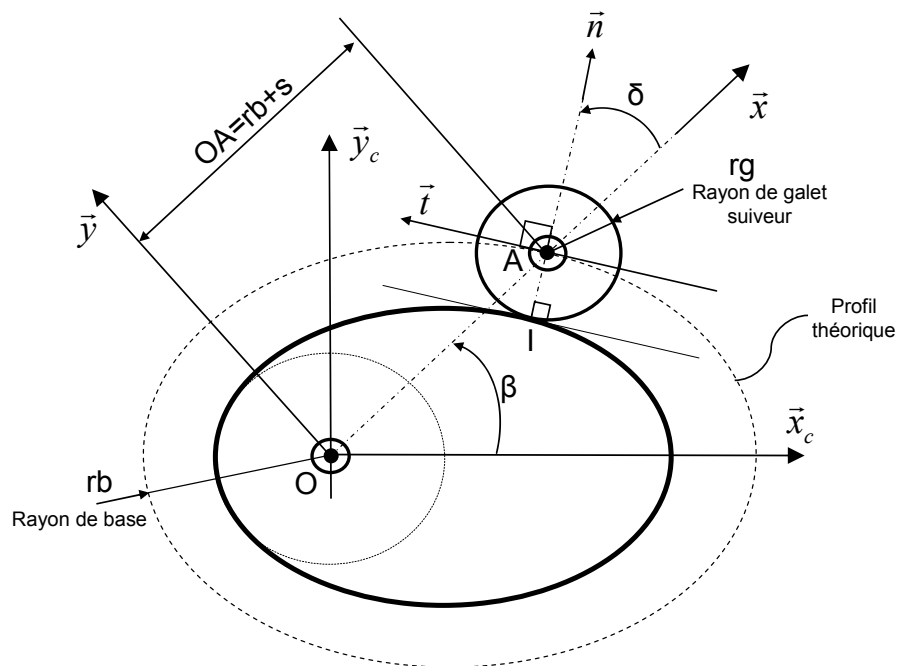

Figure 4 : rotation du galet autour de la came
- En considérant le mouvement du galet autour de la came (voir figure 4), exprimer les coordonnées du point A (centre du galet suiveur) dans le repère  $R_c$  lié à la came, en fonction de  $rb$ ,  $s$  et  $\beta$ .